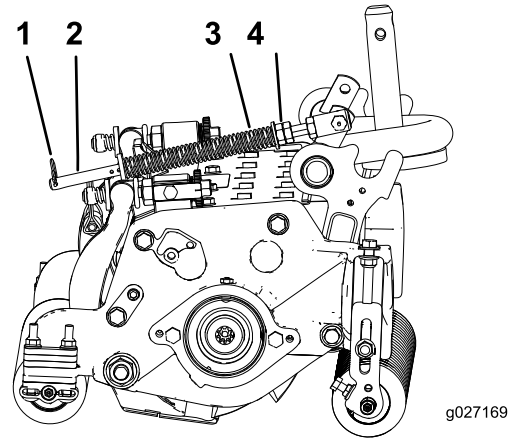

图 19
1. 确保发卡销安装在弹簧杆的后孔内 图 19。
2. 拧紧弹簧杆前端的六角螺母直至压缩后的弹簧长度为 159mm 图 19。